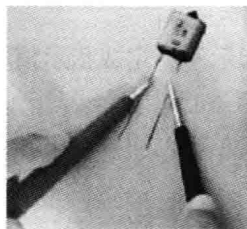

图 4-19 检测电容器
(3) 将两表笔跨接在电容两端进行检测,如图 4-19 所示。